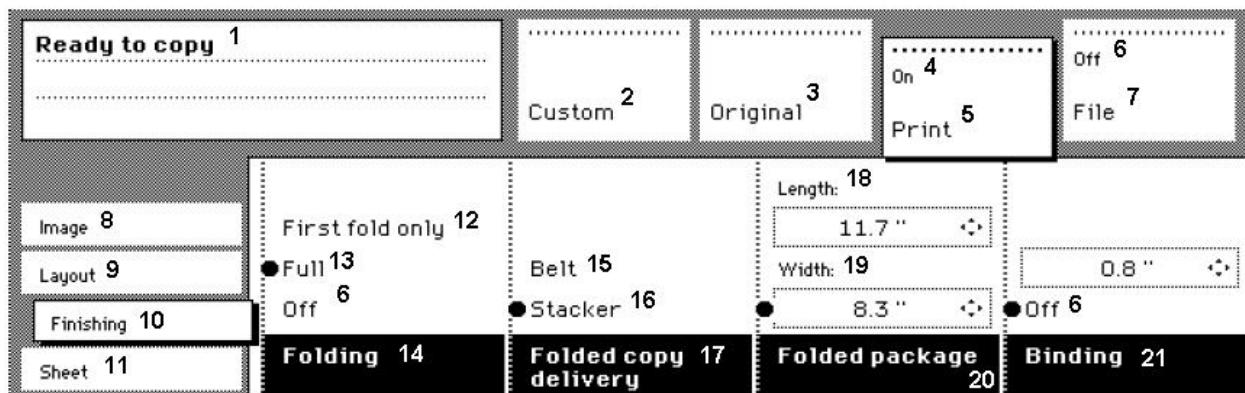

Рисунок 158: Опции для фальцевального устройства на панели управления сканера:
4. Нажмите на функциональную кнопку «Folding» (Фальцовка), чтобы выбрать опцию «Full» (Полная) или «First fold only» (Только первый сгиб) (смотрите рисунок 158).